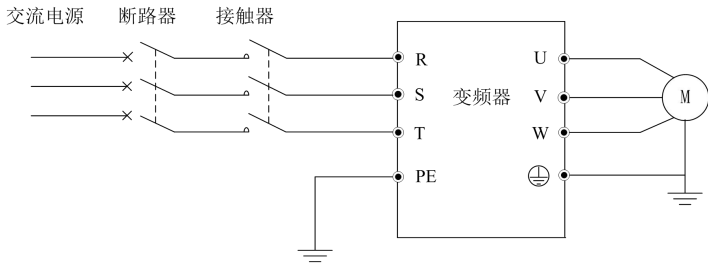

图 3-2 主回路基本配线
- (3) 多台变频器采用上下安装时，中间应用导流隔板如图3-2所示。